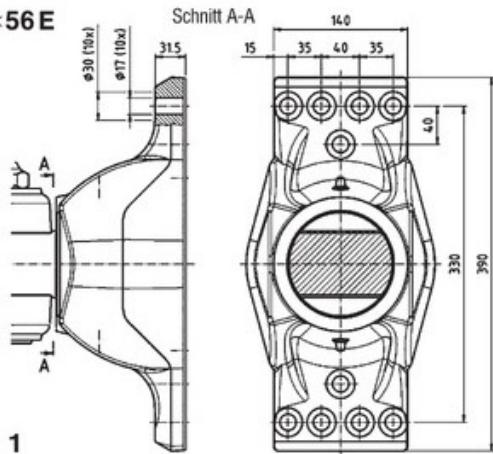

Abb. 1
- für RO★56E wird eine Schwerlast-Traverse mit einem Lochbild (siehe Abb. 1) mit 10xØ17 Bohrungen benötigt